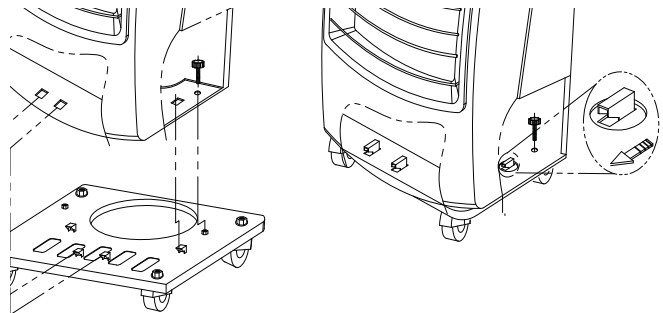

Figure 2. Enlèvement/remise en place la plaque inférieure
- Aligner les trous de la partie inférieure du meuble du radiateur avec les onglets de verrouillage situés dans la partie supérieure de la base (voir la Figure 2).